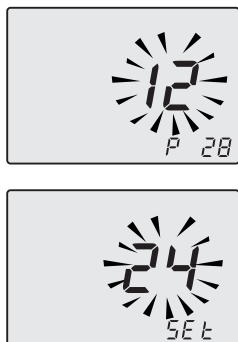

Figura 5.4
- Utilizzando i tasti 1 o 2 è possibile modificare il valore del parametro 28 da **00** mesi a **48** mesi. È permesso il valore **99** che disabilita la richiesta di manutenzione. Nel display si alternano la scritte **P28 - SEt** (Figura 5.4).